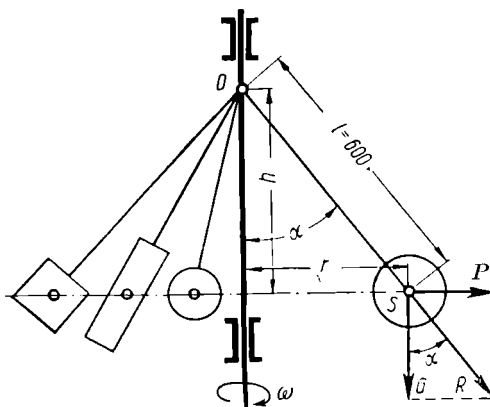

Bild 50
71. Eine Kugel ist nach Bild 50 an einer 600 mm langen Pendelstange OS befestigt und kreist um die senkrechte Drehachse mit 45 U/min (sog. **Fliehkraftpendel** oder **Kegelpendel**). a) Unter welchem Winkel α gegen die Drehachse stellt sich die Pendelstange ein (das Eigengewicht der Stange werde vernachlässigt)? b) Welchen Einfluß hat das Kugelgewicht $G = mg$ auf den Winkel α ? c) Wie groß ist die „Pendelhöhe“ h , d. h. der Höhenunterschied zwischen Kugelschwerpunkt und Aufhängungspunkt? d) Welchen Einfluß hat die Stangenlänge l auf die Pendelhöhe h ?
Lösung: a) Die Pendelstange stellt sich in die Richtung der Mittelkraft R aus G und P_z ein (Bild 50). Also